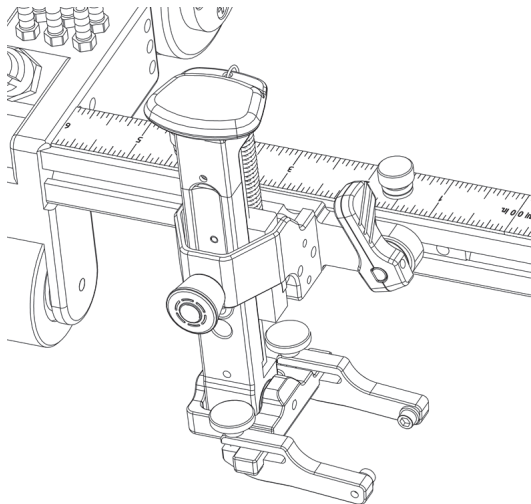

Abbildung 2-12 Sensorhalter in den Schienenschlitz eingeführt
3. Drücken Sie den Sensorhalter fest in den Schienenschlitz und achten Sie darauf, dass der Bolzen horizontal ausgerichtet bleibt (Abbildung 2-12 auf Seite 44).